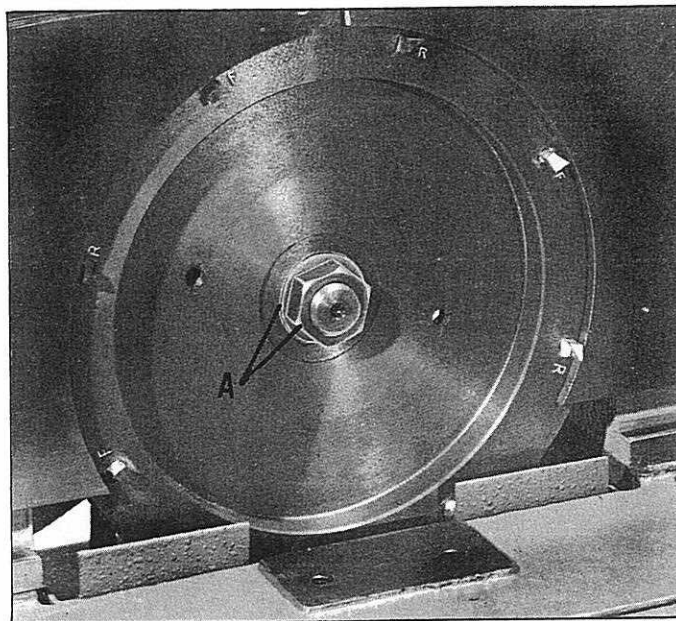

Fig. 26.
4. Remove the nut and washer (A) Fig. 26.